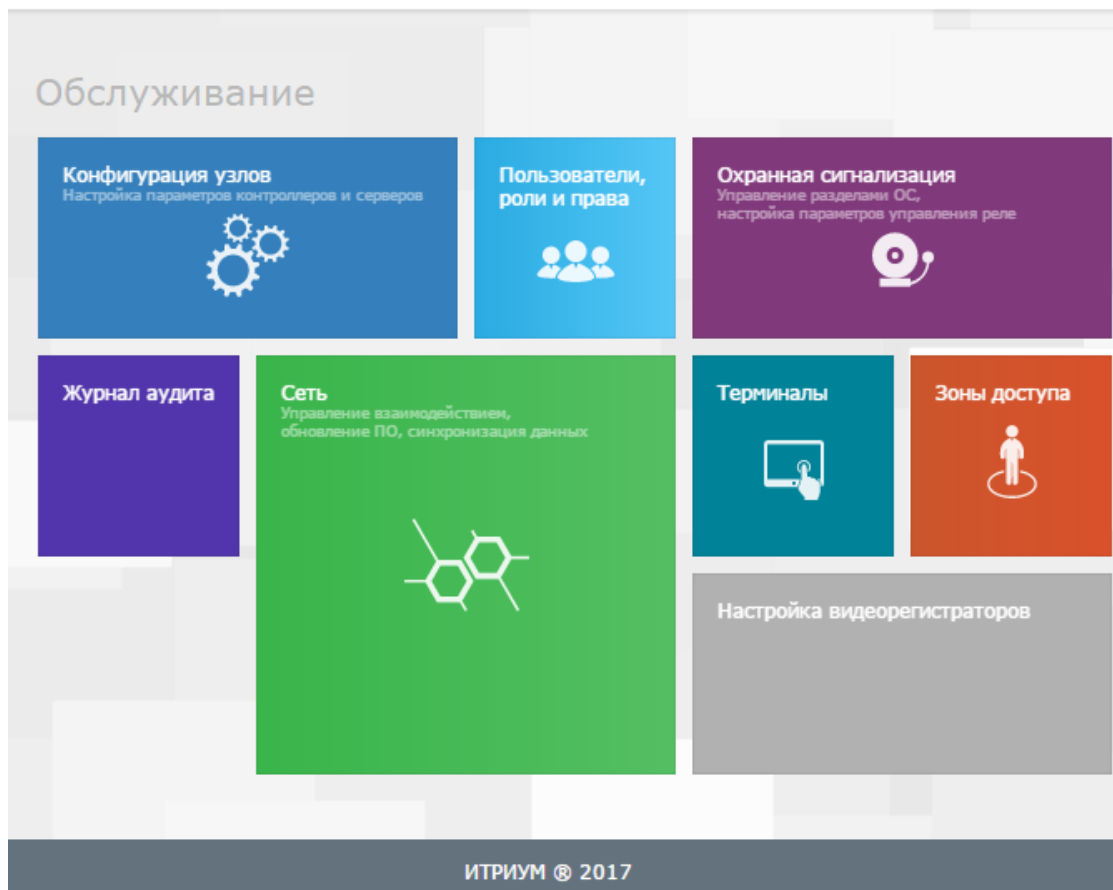

Рисунок 9.39 — Рабочий стол. Блок **Обслуживание**
2. Блок **Обслуживание** (рисунок 9.39) содержит перечень приложений по настройке и обслуживанию узлов и общих ресурсов системы: